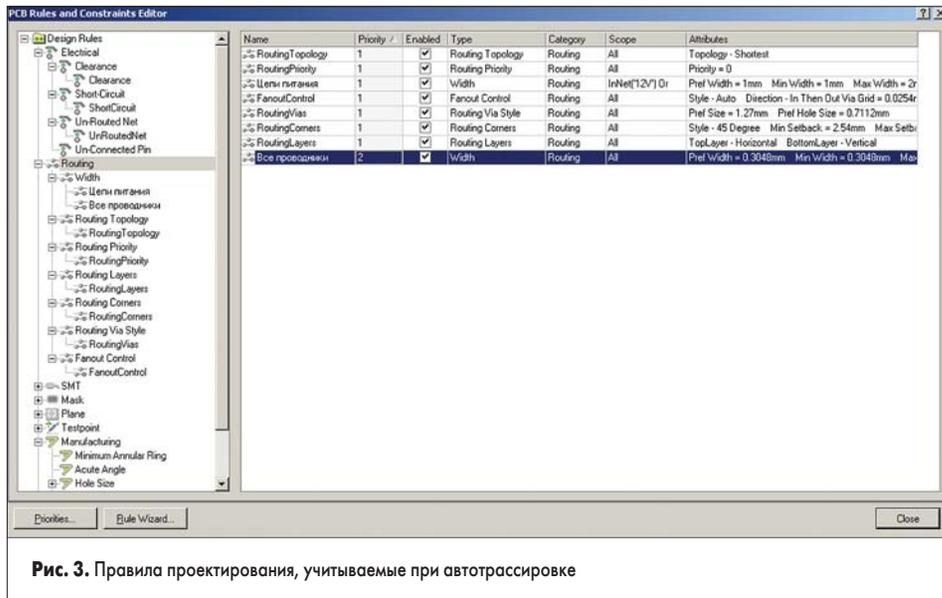

Рис. 3. Правила проектирования, учитываемые при автотрассировке
2. Выполним щелчок левой кнопкой мышки на категории правил проектирования Routing. В правой части окна PCB Rules and Constraints Editor отобразится полный список заданных правил этой категории (рис. 3). Здесь показаны два уже знакомых нам по предыдущим урокам правила типа Width, определяющие ширину проводников различных цепей. Обратите внимание, что эти правила имеют разные приоритеты, значения которых отображаются в столбце Priority. В общем случае приоритеты правил задаются автоматически по мере их назначения, то есть самый высокий приоритет будет иметь правило, назначенное последним. Самый высший приоритет обозначается числом 1. Приоритет правила можно изменить вручную, что мы сейчас и сделаем.